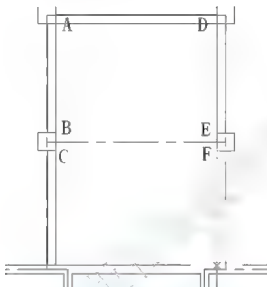

图 2.59 用【对象追踪】找墙的下端点
(8) 按 Enter 键重复【多线】命令。
① 在指定起点或[对正(J)/比例(S)/样式(ST)]:提示下,将光标放在F处会出现端点捕捉,此时不单击鼠标左键而是将光标向下拖动,这时出现虚线,将光标继续向下拖动至与D轴线外墙相接处,会出现交点捕捉点(黄色的“x”),如图2.59所示,此时单击该点可绘制出这一段墙的下端点。